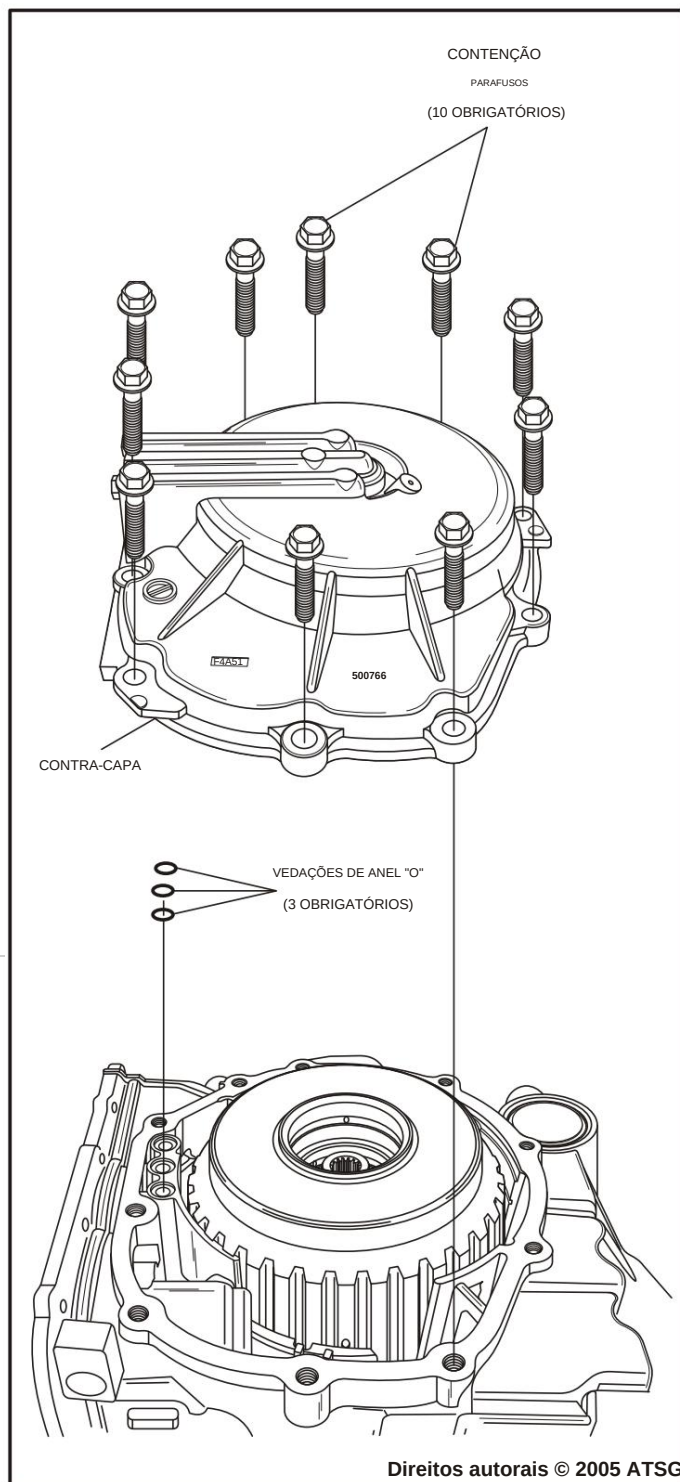

Figura 44
35. Remova os dez parafusos de fixação da tampa traseira, conforme mostrado na Figura 44 e remova a tampa traseira.
37. Remova e descarte as 3 tampas traseiras dos anéis de vedação "O" da caixa, conforme mostrado na Figura 44.